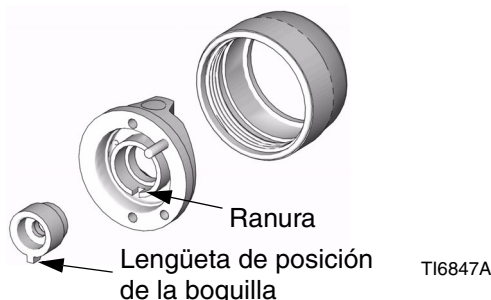

FIG. 7
3. Alinee la lengüeta de referencia de la boquilla con la ranura del cabezal de aire. Vea FIG. 7.
4. Apriete firmemente a mano el anillo de retención del cabezal de aire (8) para garantizar la hermeticidad entre la junta de la boquilla y el difusor (10).